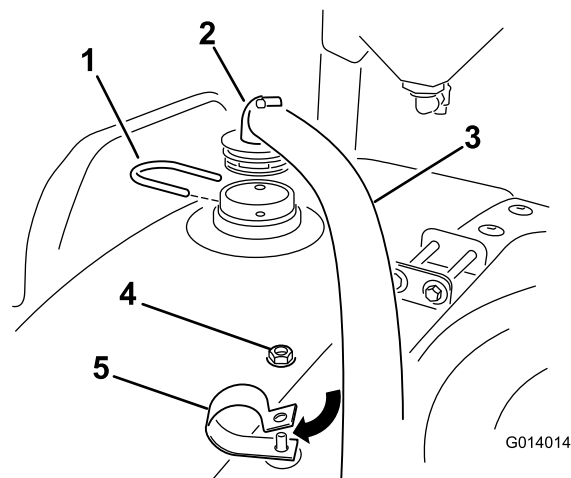

Figure 19
2. À l'aide d'un étrier de retenue, fixez le côté du flexible muni du raccord à 90° dans la traversée préalablement installée (Figure 19).
4. Vissez un contre-écrou sur le boulon du collier en R et serrez-le à la main à ce stade (Figure 19).